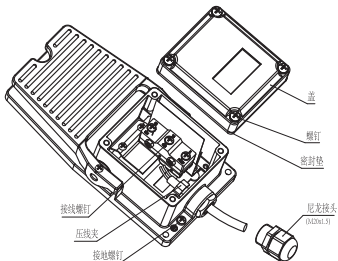
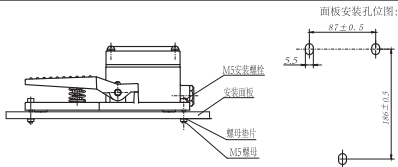

图3 布线示意图
图4 安装示意图
7.2.1 安装：松开盖螺钉→按图3接线→拧紧盖螺钉→按图4安装。